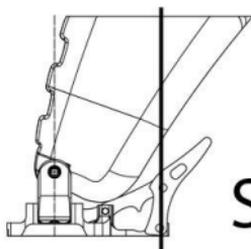

FIGURA 4
- In assetto di camminata, il punto di contatto tra la punta dello scarpone e la leva di bloccaggio frontale non deve mai superare la linea verticale mostrata in **FIGURA 4 e 5.**
La **FIGURA 4** mostra a sinistra uno scarpone **COMPATIBILE** con l'attacco, dove il punto di contatto tra punta-scarpa e leva frontale è dietro alla linea verticale mostrata in figura.